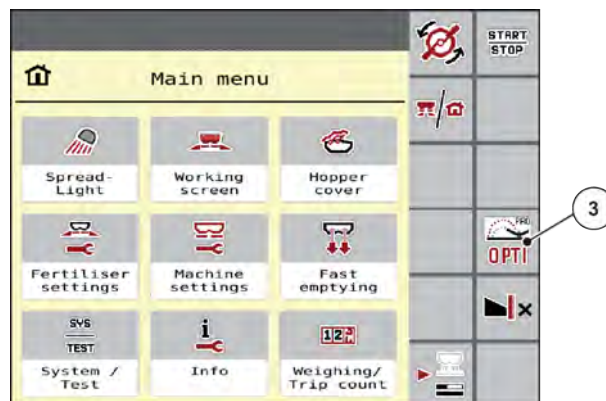

Fig. 15: OptiPoint activat în meniul principal
- Apăsați tasta funcțională „OPTI”, pentru a activa modul capăt de teren. Se poate activa și din meniul principal, consultați *Fig. 15 OptiPoint activat în meniul principal*. În afișajul de operare, pe partea corespunzătoare (stânga sau dreapta) apare indicația că modul capăt de teren este activ.